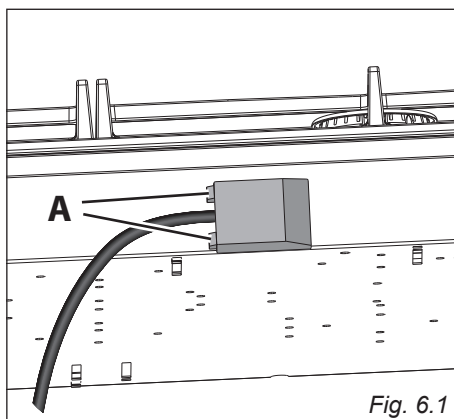

Fig. 6.1
- Lossa locket till anslutningsboxen genom att sätta in en flat skruvmejsel i krokarna "A" (Fig. 6.1).